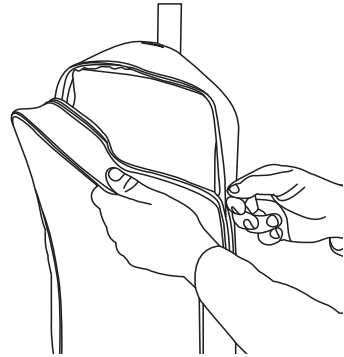

Fig. 8
1. Ouvrez la fermeture Éclair du sac extérieur en tissu (Fig. 8).